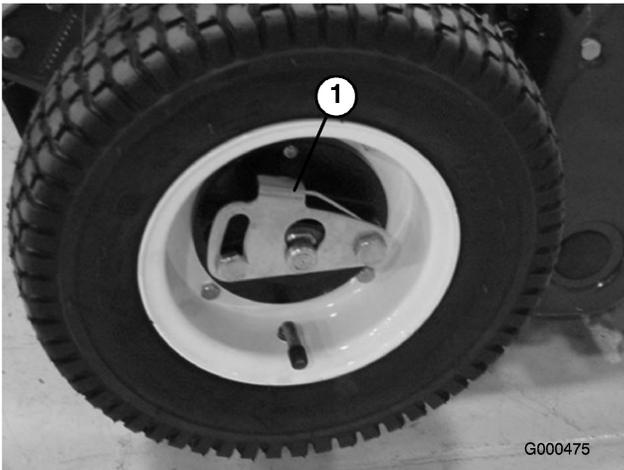

図 8
2. 車輪についているロック・クリップが車軸に掛かるようにして車輪を車軸に通す (図 8)。